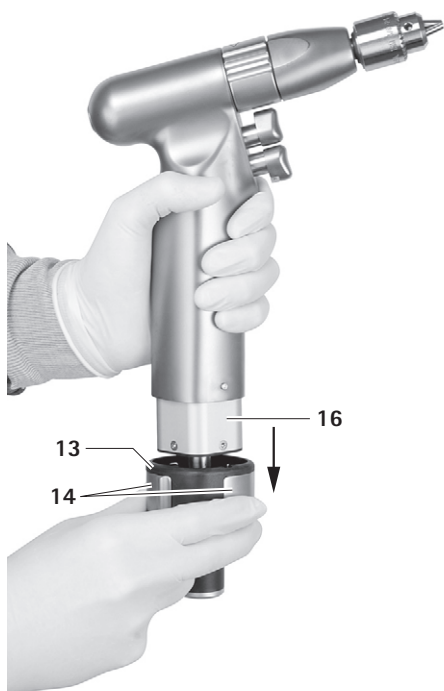

Рис. 8
- ▶ Одновременно нажать обе кнопки разблокировки крышки 14 на крышке Electro 13 и снять крышку Electro 13 с адаптером Electro 16, см. Рис. 8.